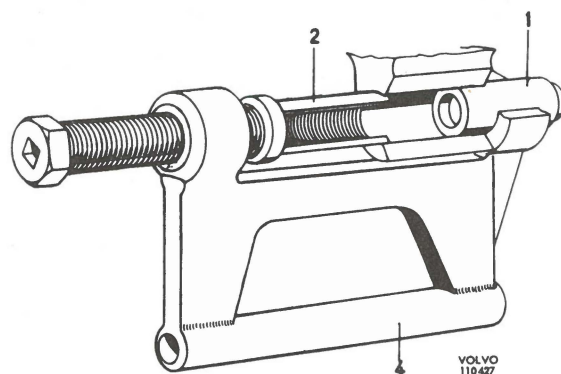

Fig. 2
Gebruik de stempel (1) als een geleider voor het persgereedschap (4) zoals wordt getoond in Fig. 2. Klem de veerbus (2) in het persgereedschap en pers de bus op zijn plaats.